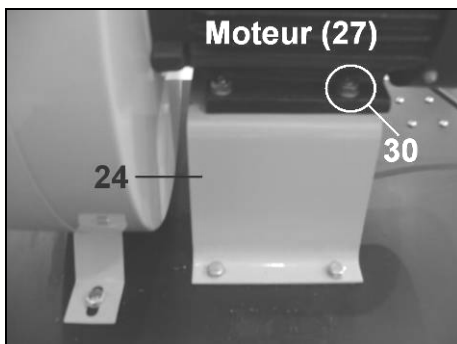

Fig 13
- Ajustez la position du moteur (27) puis fixez-le sur le support (24) avec 4 ensembles vis hexagonale / rondelles / écrou (30) (Fig 13).